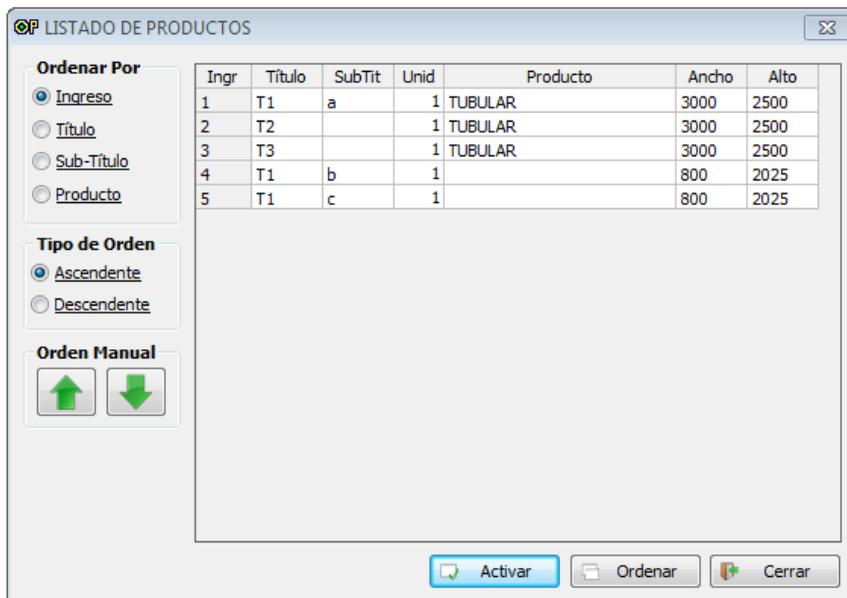

Figura 7.40 – Listado de Productos
**IMPORTANTE:** Si **T1 b** y **T1 c** quedan desordenados al cargarlos, se deberá ordenarlos para que queden a continuación de **T1 a**, para ello utilizar el menú *Listado de Productos*, marcar el ítem y moverlo con las flechas *Subir/Bajar*, luego presionar la el botón *Ordenar*. Esto es necesario para que los Productos, en las ejecuciones, se visualicen consecutivamente (*Figura 7.40*).